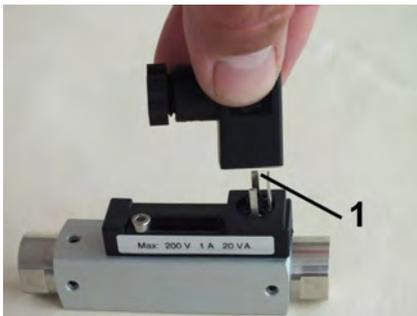

Abb. 22: Steckdose abziehen
2. Steckdose (Abb. 22/1) abziehen